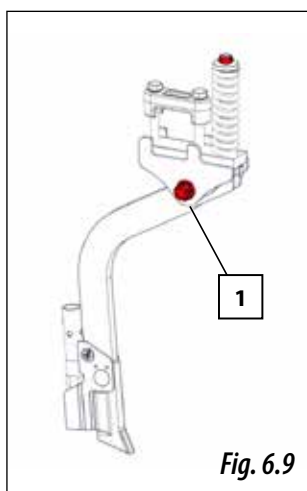

Fig. 6.9
- BRAZOS DE SIEMBRA FIJOS (Fig. 6.9)
La sujeción del brazo al soporte se efectúa mediante un tornillo estampado especial SOLÀ (1, Fig. 6.9) provisto de tuerca autobloqueante. Actuando sobre dicha tuerca se controla la holgura lateral.